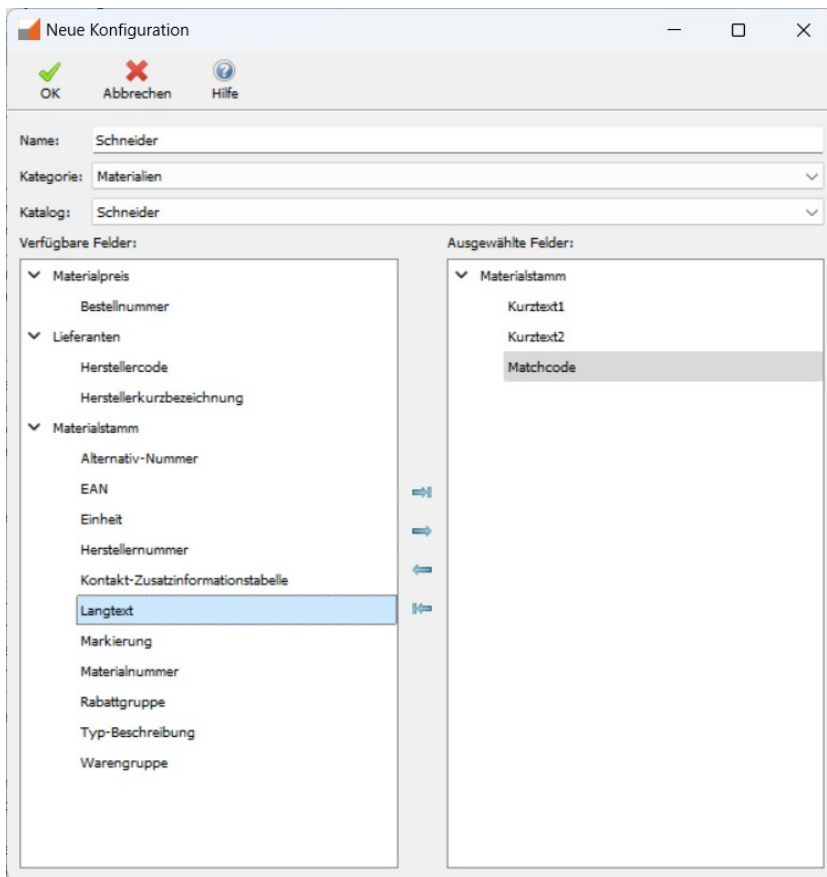

Abbildung 3.3.7: Anlegen einer neuen Konfiguration für die Volltextsuche
6. Wiederhole diesen Vorgang, bis alle in der Konfiguration für die Volltextsuche zu berücksichtigenden Felder übernommen sind (**Beispiel siehe nachstehende Abbildung 3.3.7**).